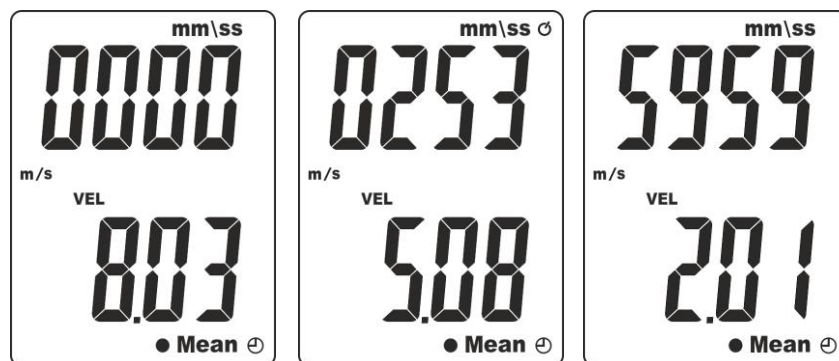

Fig. 9: Valor medio de la velocidad calculado en el tiempo
5. Pulse de forma prolongada (>2s) la tecla **MEAN**. Los símbolos “Mean” y “⌚” y la velocidad del aire se muestran respectivamente en la parte inferior del visualizador y en el visualizador secundario mientras que los símbolos “0000” y “mm/ss” (Timer expresado en minutos/segundos) se muestran en el visualizador principal (ver Fig. 9 – parte izquierda)
6. Pulse la tecla **ENT** para activar el tiempo de medida (rango: **1s ÷ 59min, 59sec**) indicado en el visualizador principal mientras que la velocidad del aire está siempre en ejecución (ver Fig. 9 – parte central referida a un tiempo de medida de 2min y 53s)
8. Pulse la tecla **MEAN** para terminar la medida. Los símbolos “Mean” y “⌚” parpadean en el visualizador y el valor de la media calculada en el tiempo de medida en los valores guardados con un intervalo de muestreo fijo de 1s se muestra en el visualizador secundario (ver Fig. 9 – parte central)
9. Para tiempo de medida más de **20 minutos** (ver Fig. 9 – parte derecha) ese necesario desactivar la función de autoapagado del instrumento (ver § 4.4)